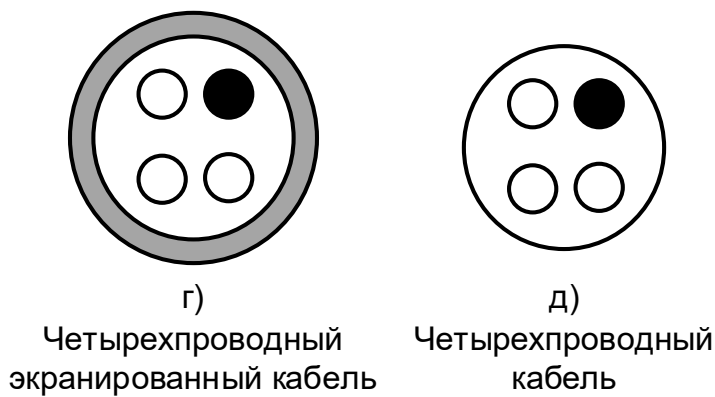

Рисунок 4-10 Типы силовых кабелей
- Для обеспечения меньшего уровня электромагнитного излучения необходимо использовать экранированные силовые кабели с симметричными заземляющими проводниками (Рисунок 4-10);
Использование для подключения двигателя симметричного экранированного кабеля (Рисунок 4-10, а) по сравнению с четырехпроводным обеспечивает меньший уровень электромагнитного излучения всей системы привода, а также меньшие токи через подшипники двигателя и их износ.
При использовании экрана кабеля в качестве проводника защитного заземления (Рисунок 4-10, б) его сечение должно соответствовать значениям, указанным в таблицах 4-2, 4-3. При невыполнении этого условия рекомендуется использовать кабель с симметричными проводниками защитного заземления (Рисунок 4-10, а) или отдельный проводник заземления (Рисунок 4-10, в).